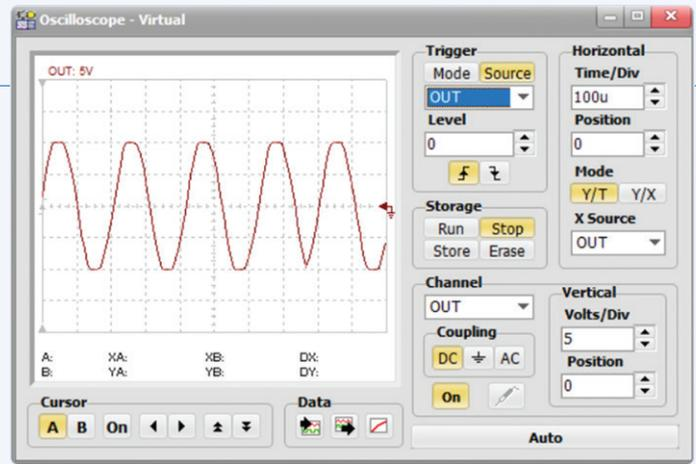

Bild 5. Ausgangssignalform des Wien-Brücken-Oszillators.
- Prüfen Sie die Ausgangswellenform (**Bild 5**). Die Periode beträgt 200  $\mu\text{s}$ , was 5 kHz entspricht.